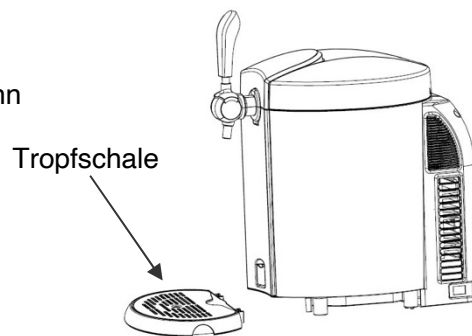

Abbildung 4
3. Setzen Sie die Wassertropfschale in die vorgesehene Kerbe. (wie auf der Abbildung 4 dargestellt)